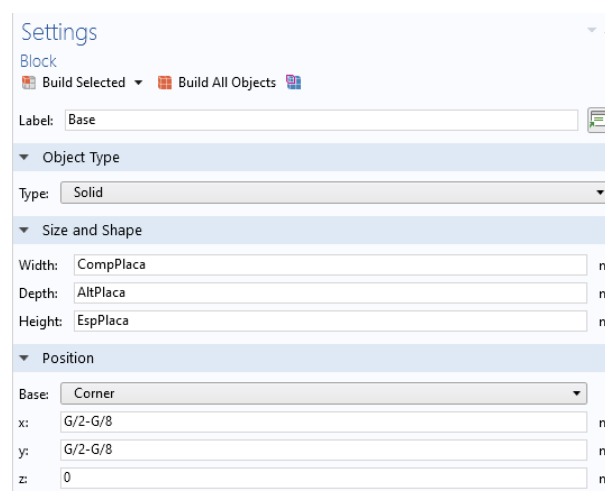
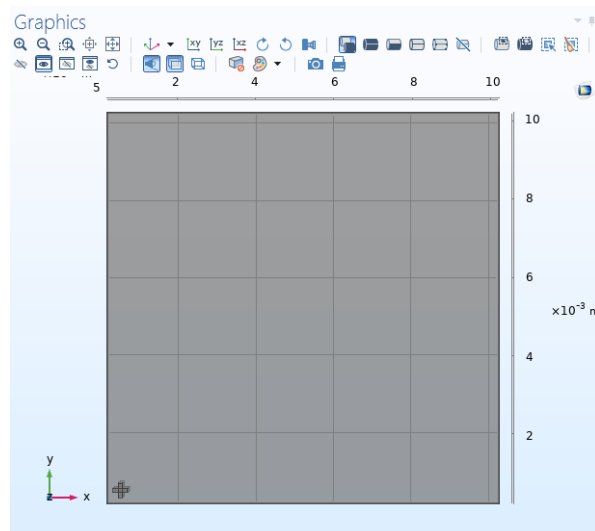

Figura 11
Figura 12
9. Agora pode-se criar a base onde as cruzeis estarão. Para isso, repita o passo 2 adicionando mais um bloco e configure-o da forma da Figura 11 e clique em **Build Selected**. Após construir a figura, será observado a Figura 12.